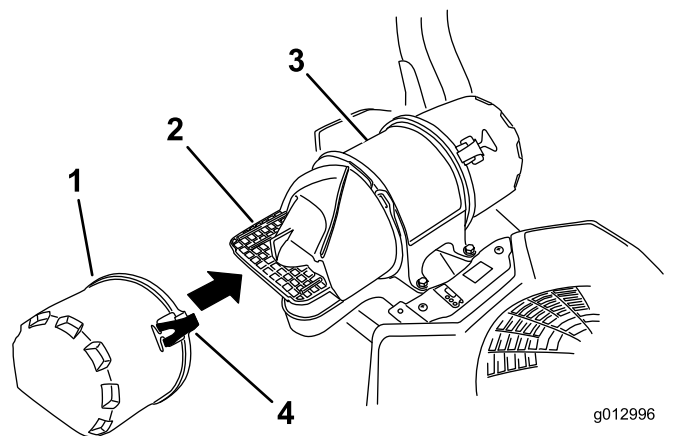

図 27
- エアクリーナのラッチを外し、ボディーからエアインレットカバーを抜き出す 図 27。
- エアインレットカバーを元通りに取り付けてラッチで固定する 図 27。
- エアクリーナカバーを元通りに取り付けてラッチで固定する図 27。